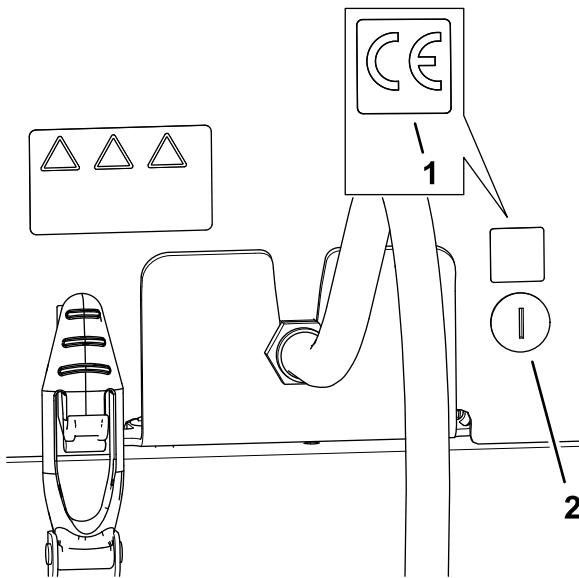

Figura 38
1. Utilice alcohol y un trapo limpio para limpiar la zona del capó alrededor del cierre del capó, y deje que el capó se seque (Figura 38).